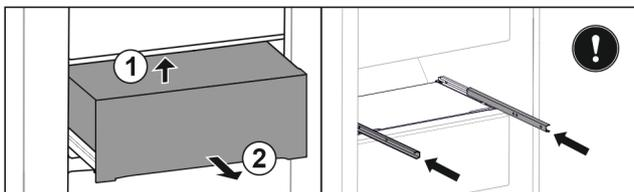

Fig. 37
- ▶ Schubfach von unten hinten anheben. Fig. 37 (1)
- ▶ Schubfach nach vorne entnehmen. Fig. 37 (2)